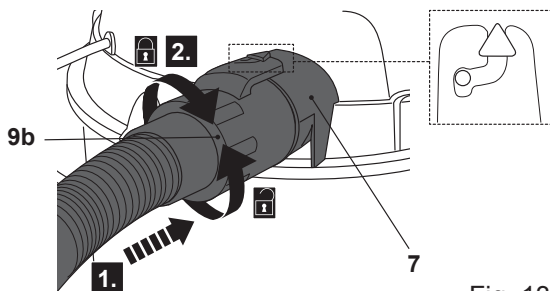

Fig. 13
- > Alinee la flecha que hay en el conector del tubo (9b) con la lengüeta de la apertura exterior de la salida de aire (7) y deslice el conector del tubo en la apertura exterior de la salida de aire (Fig. 13, paso 1).
- > Gire el conector del tubo (9b) en el sentido de las agujas del reloj y compruebe que la conexión esté bien fijada (Fig. 13, paso 2).